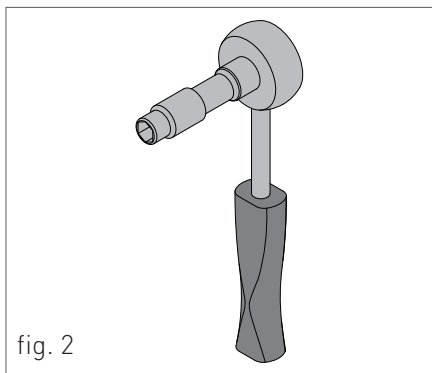

fig. 2
- > svitare le quattro viti di fissaggio (vedi A - fig. 2);
- > rimuovere il carter verso l'alto (vedi B - fig. 2).
- > Afferrare contemporaneamente le staffe di supporto del pannello comandi (vedi C - fig. 2) allargandole e spostare il pannello comandi dalla posizione '1' alla posizione '2' (vedi dettaglio, C - fig. 2);
- > svitare le due viti e rimuovere il piastrino (vedi D - fig. 2).
- > collegare un tubo flessibile al rubinetto di scarico del boiler 'RB' (fig.2) e collocare l'altra estremità del tubo flessibile ad un adeguato scarico;
- > ruotare il rubinetto di scarico del boiler 'RB' (fig.2);
- > ad operazione terminata, chiudere il rubinetto di scarico del boiler 'RB' (fig.2) e tutti i rubinetti di erogazione precedentemente aperti.
10. SEGNALE FIAMMA PRESENTE / INDICA ANCHE, SU 3 LIVELLI DI PERCENTUALE, IL GRADO DI POTENZA DI MODULAZIONE DELLA CALDAIA (fig.2)